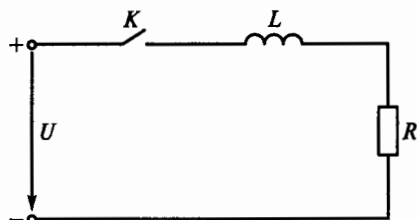

Рис. 140
**4.5.** В электрической цепи, схема которой приведена на рис. 140,  $R = 100$  Ом,  $L = 2$  Гн. Какой будет длительность переходного процесса при замыкании ключа К, если считать, что он заканчивается через время  $t = 3\tau$ ?